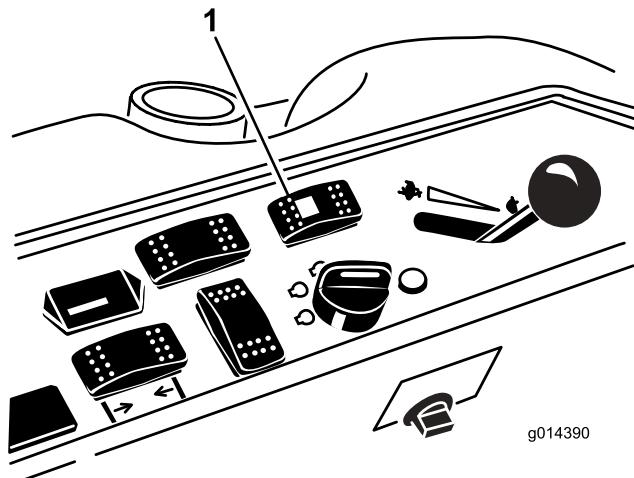

Figura 41
1. Presione el interruptor de selección de la dirección hacia atrás (dirección a cuatro ruedas) (Figura 41).